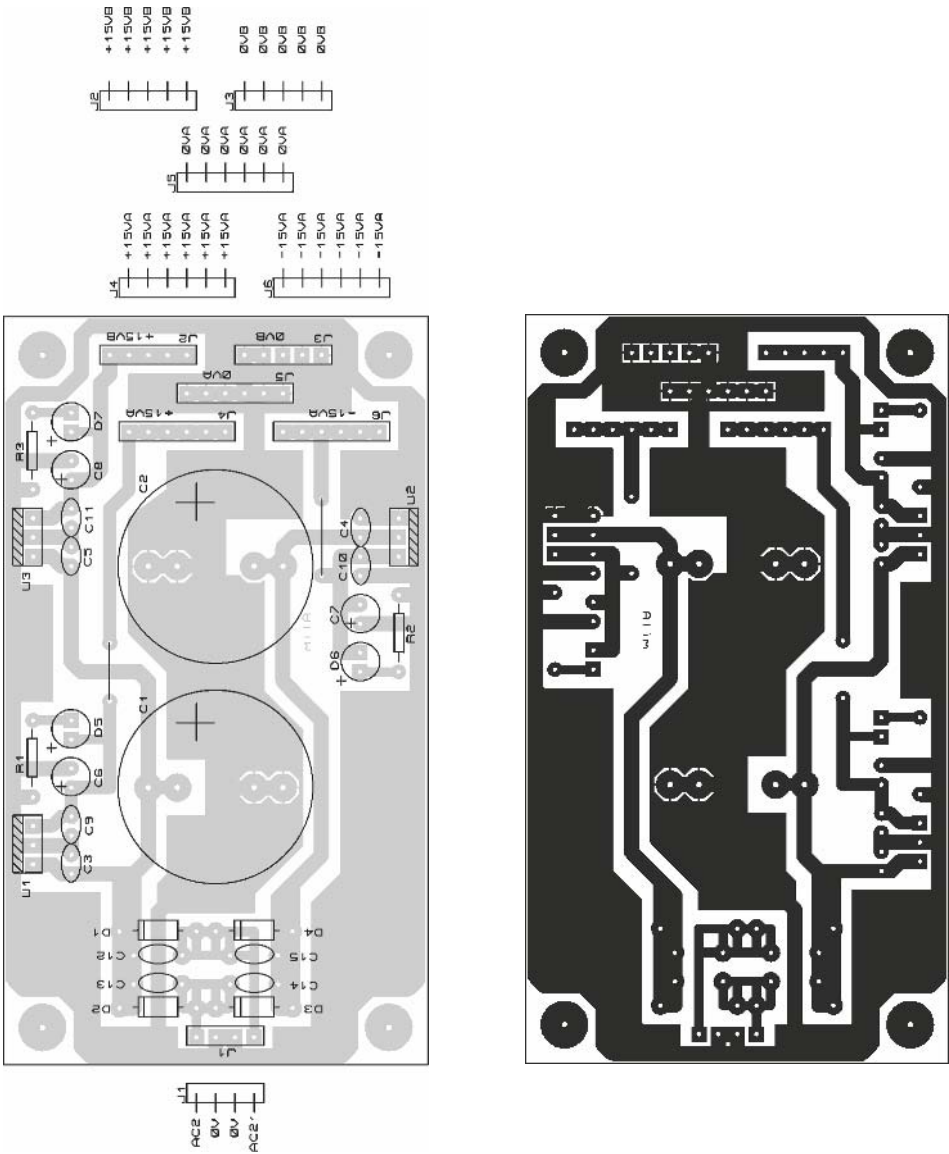

Figure 6.5
**Tentatoo** – Les radiateurs ne sont pas nécessaires pour cette étape de vérification, puisque le courant consommé se limite à celui absorbé par les leds, qui est faible. Vous pouvez y aller et effectuer vos raccordements conformément au câblage de la **figure 6.5**.